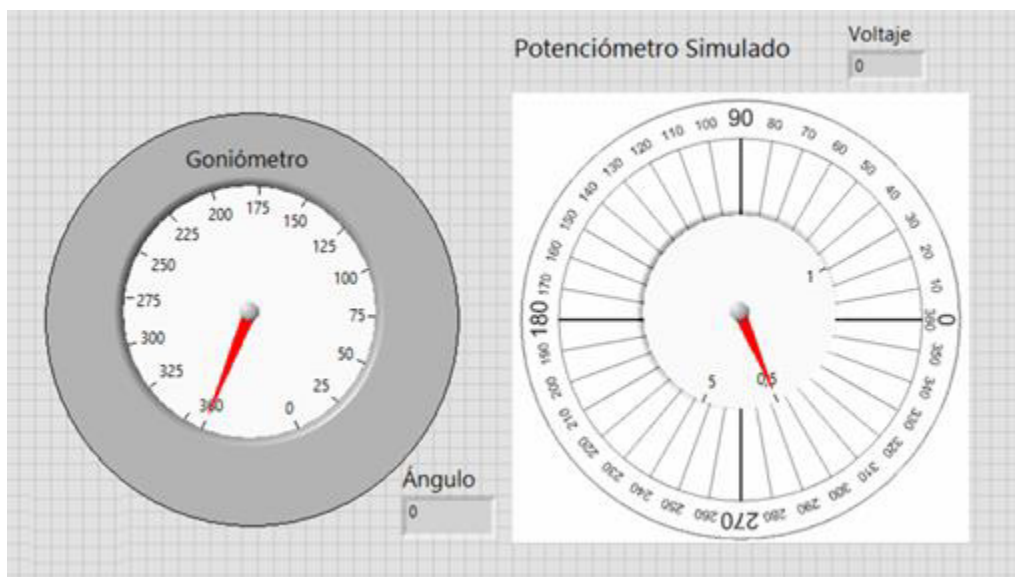

Figura 3. Panel frontal del VI final.
d) Construya un VI, en cuyo panel frontal se visualicen ángulos de **-60° a 240° (el rango en la Figura 3 izquierda está diferente)**, y que, una vez capturada la señal del potenciómetro, muestre numérica y gráficamente el ángulo seleccionado. Para ello, el VI debe utilizar el modelo  $y=mx+b$  determinado previamente. Tome como guía la Figura 3. Tenga en cuenta que el indicador “Goniómetro” está en escala lineal y no logarítmica.